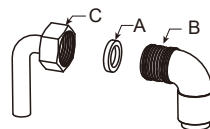

Fig. 8
Lors de la réalisation du raccordement au gaz, il est important de placer un joint d'étanchéité (A) entre le tube d'entrée (c) et le raccord fileté (b) pour assurer l'étanchéité à l'air (Figure 8).